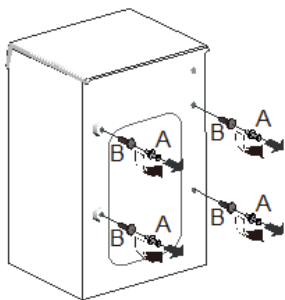

Рис.1
- Открутите 4 транспортировочных болта, резиновые прокладки и пластиковые стержни (Рис. 1).